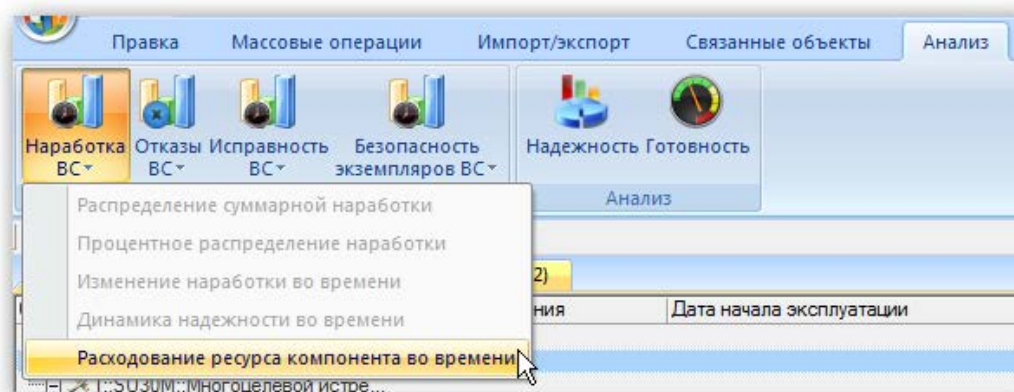

Рис. 13-235 – Выбор диаграммы по наработке
- 3) Нажать кнопку «Наработка ВС» панели «Диаграммы» на вкладке «Анализ» и выбрать пункт «Расходование ресурса компонента во времени» (рис. 13-235).